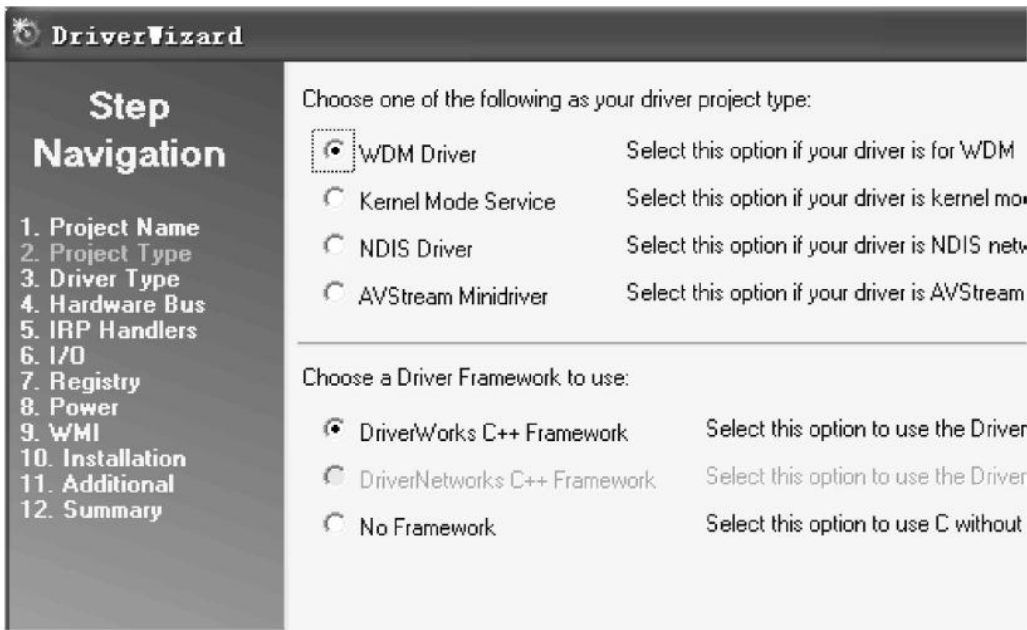

图 10.2.2 选择工程的类型
(2)选择工程的类型。在弹出的设置工程类型对话框中选择 WDM 驱动(因为 USB 过滤驱动是属于 WDM 驱动),如图 10.2.2 所示。驱动框架选择为 C++ 框架,之后单击 Next 按钮。